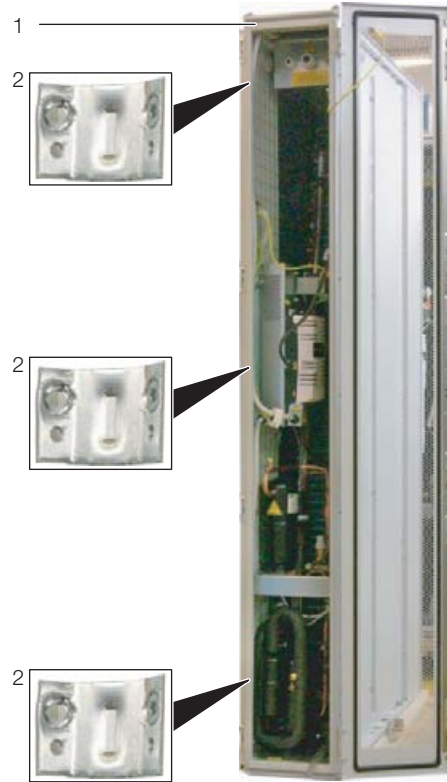

Abb. 17: LCP Rack DX – Rückseite
- Befestigen Sie je drei Anreihverbinder (Abb. 17, Pos. 2) mit den zugehörigen Befestigungsschrauben an den vorgesehenen Befestigungspunkten in den Montageleisten auf der Vorder- und Rückseite des LCP DX (Abb. 17, Pos. 1).